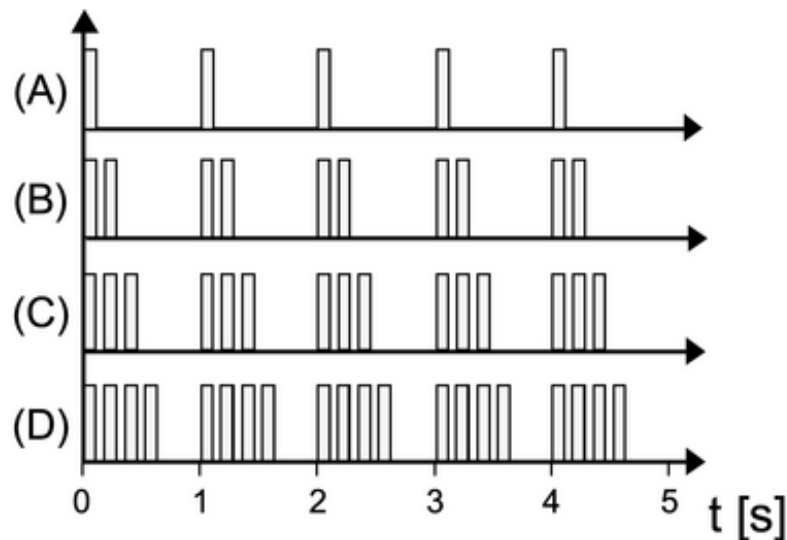

Bild 11: LED-Signalisierung der Betriebsarten
Die aktuell eingestellte Betriebsart wird durch Blinken der LED (2) angezeigt (Bild 11).